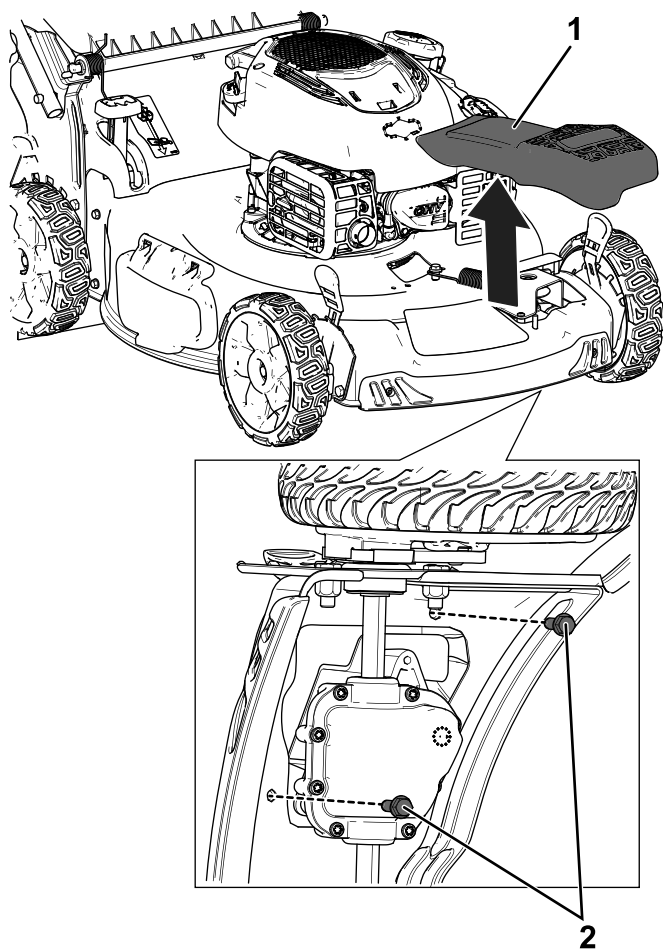

Figur 5
9. Fjern og kast remføreren av metall og de to tilhørende boltene (Figur 5).